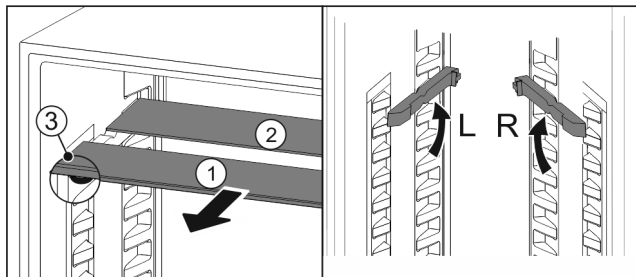

Fig. 159
- Izvucite Fig. 159 (1) staklene ploče jednu po jednu prema naprijed.
- Staklena ploča Fig. 159 (1) s ukrasnom letvicom nalazi se sprijeda.
- Zaustavljači Fig. 159 (3) su usmjereni prema dolje.